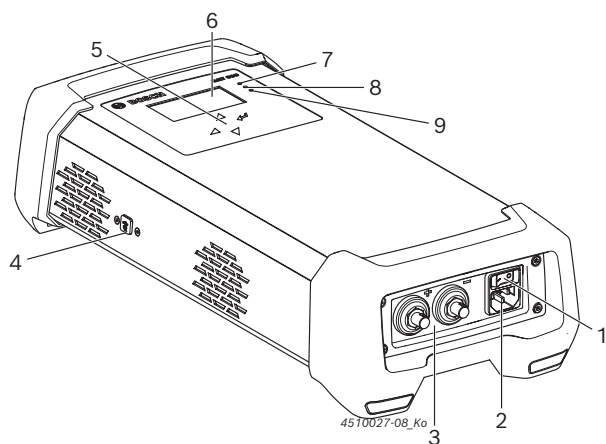

Fig. 1: Lato anteriore BAT 690
2. Accendere BAT 690 tramite l'interruttore ON/OFF (fig. 1, pos.1).
- ⇨ Il LED rosso (fig. 1, pos. 7) si illumina a batteria collegata e lampeggia a batteria scollegata.